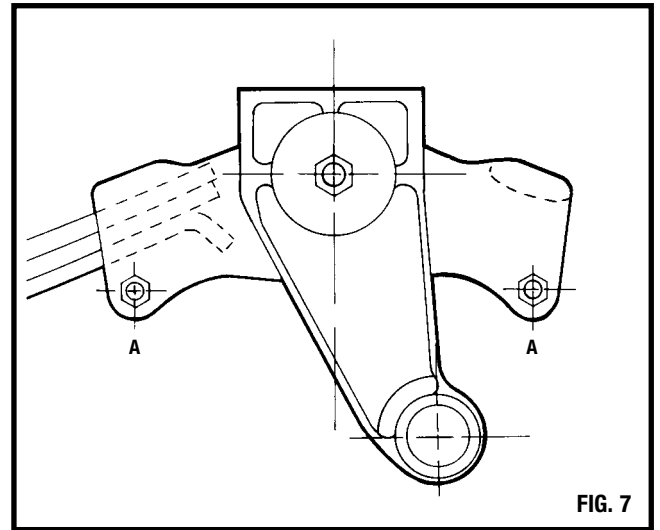

FIG. 7
Monte los pernos retén de ballesta (A) y las tuercas en posición en la ménsula de igualador (Fig. 7) y apriete el Eje Inferior. Repita para el eje trasero.